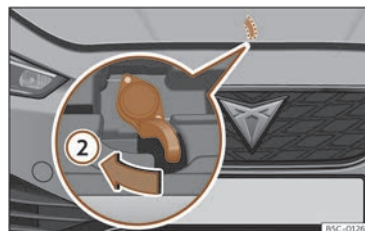

Fig. 223 Levier sous le capot.
- Pour soulever le capot moteur, appuyez vers la gauche avec la paume de la main vers le bas sur le levier situé sous celui-ci, au centre >>> fig. 223 ②. Les crochets de fixation sont alors déverrouillés.